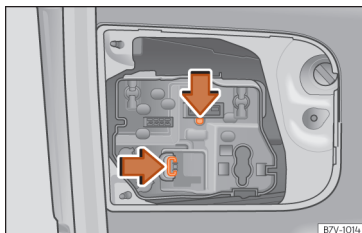

Abb. 69 An der Gepäckraumklappe: Lampenträger herausnehmen.
- Verriegelungslaschen in Pfeilrichtung drücken » Abb. 69 und Lampenhalter herausnehmen.